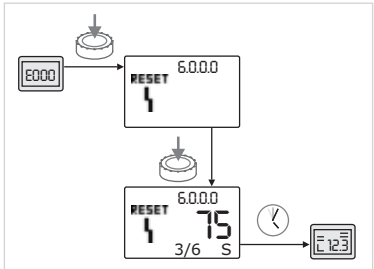

Fig. 44 : Acquittement du type de défaut B (X < Y)
- Si l'occurrence actuelle du défaut est inférieure à l'occurrence maximale (fig. 44) :